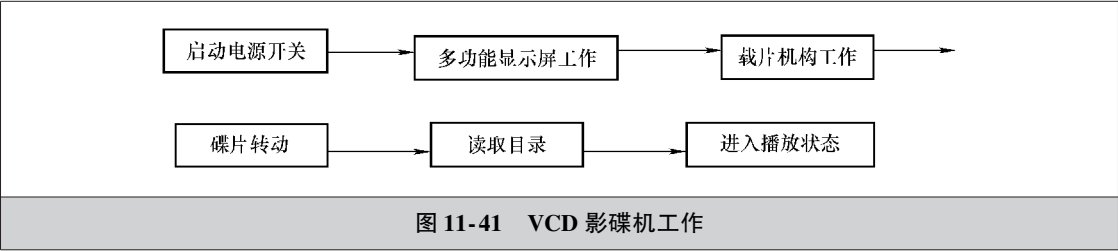

图 11-41 VCD 影碟机工作
2) 工作原理。车用 VCD 影碟机的工作是在系统的微机指令控制之下进行的，如图 11-41 所示。